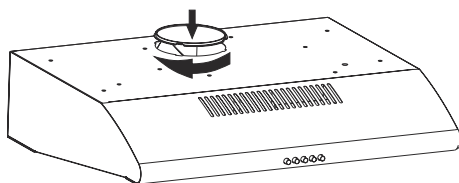

Fig. 8
- ➔ Inserire il tappo cieco fornito in dotazione con gli accessori di installazione dell'apparecchiatura all'uscita della canna fumaria (Fig. 8).